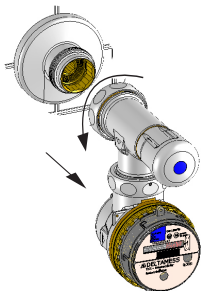

Bild 1 (Demontage Ventiltählergehäuse)
- Ventiltählergehäuse TKS VZ-V FUNK-V (mit Trockenkapsel TKS FUNK-V) mittels Überwurfmutter vom Mantelrohr demontieren (Bild 1).